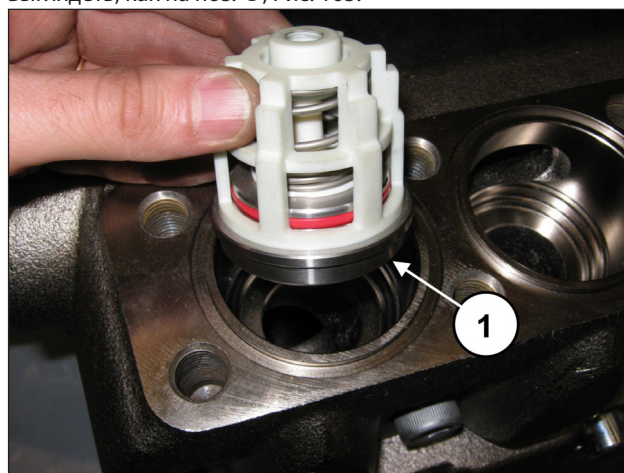

Рис. 162
Вставьте узел нагнетательного клапана (поз. ①, Рис. 162).